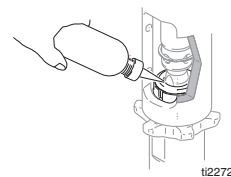

FIG. 12
3. (Fig. 12). Fyll tätmuttern med Graco halstättningsvätska (TSL).